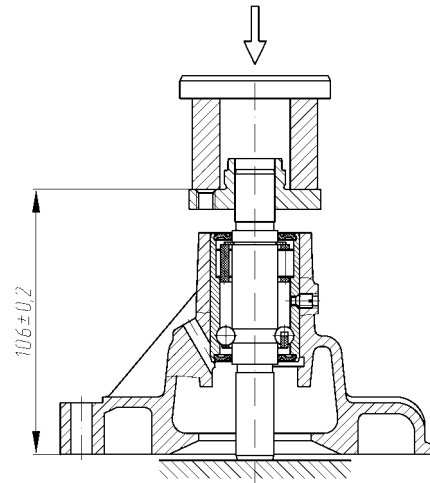

Рис.132. Напрессовка ступицы шкива водяного насоса
- напрессовать на валик подшипника ступицу шкива насоса, выдержав размер  $(106,0 \pm 0,2)$  мм (рис.132);